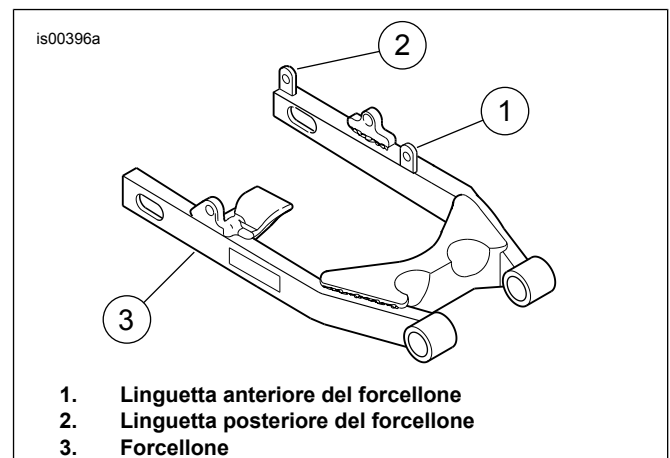
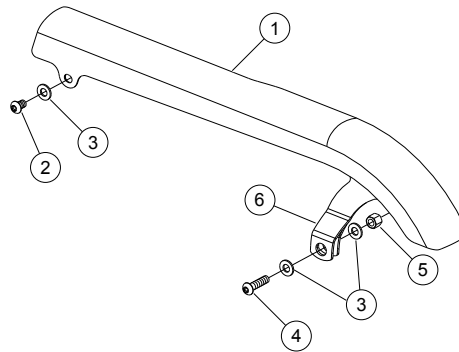

Figura 1. Linguette anteriori e posteriori del forcellone
Figura 2. Parti di ricambio per carter della cinghia e kit bulloneria cromati
Vedere Figura 2 e Tabella 2.
Vedere Figura 2. Verificare che la linguetta posteriore del forcellone si trovi tra le linguette della staffa di montaggio posteriore (A) del carter della cinghia.
4. Vedere Figura 1. Disporre il carter cromato della cinghia (elemento 1, Figura 2) sulle linguette anteriori e posteriori (1, 2) sul forcellone (3).
5. Vedere Figura 2. Installare in modo lasco la vite anteriore a testa bombata Torx (2) e la rondella (3) sul carter cromato della cinghia (1).
6. Installare in modo lasco la vite posteriore a testa bombata Torx (4), le due rondelle (3) ed il dado (5) sulla staffa di montaggio del carter della cinghia cromato (A).
1. Vedere Figura 2. Rimuovere ed eliminare la vite anteriore a testa bombata Torx da 5/16-18 x 1 pollice e la rondella dal carter della cinghia. Installare la vite a testa bombata Torx (2) e la rondella (3) sul carter cromato della cinghia (1). Serrare le viti ad una coppia di 13,6–20,3 N·m (120–160 in-lbs).
2. Rimuovere ed eliminare la vite esistente a testa bombata Torx da 5/16-18 x 1-1/4 di pollice, le due rondelle ed il dado dal carter della cinghia. Installare la vite a testa bombata Torx (4), le due rondelle (3) e il dado (5) sulla staffa di montaggio del carter cromato della cinghia (A). Serrare le viti ad una coppia di 13,6–20,3 N·m (120–160 in-lbs).